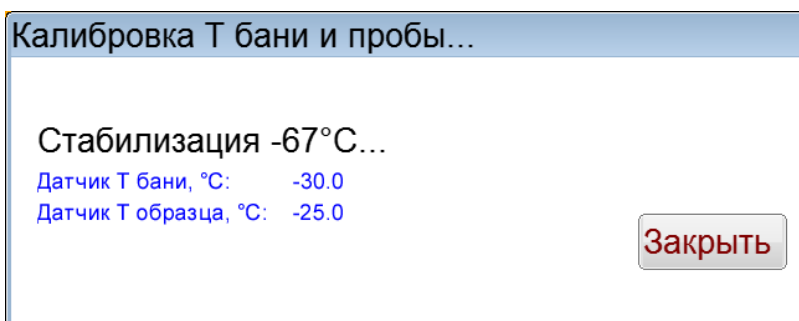

Рисунок 26 – Стабилизация -67°C
5.6.12 После ввода значения образцового термометра снова отобразится окно «Стабилизация Т бани и пробы», но уже с другим статусом – «Стабилизация -67°C» (рисунок 26).